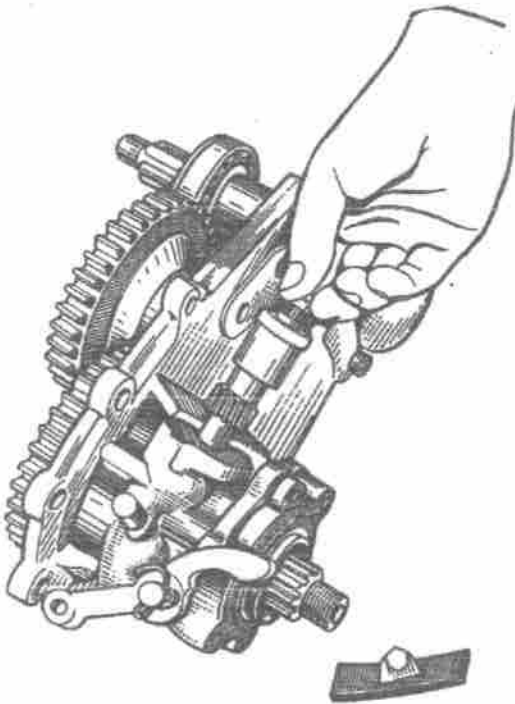

Bild 122. Abnehmen des Geschwindigkeitsmesserrades
10. Riegel des Stutzens für das angetriebene Geschwindigkeitsmesserrad entfernen und das Zahnrad zusammen mit dem Stutzen herausnehmen (Bild 122).